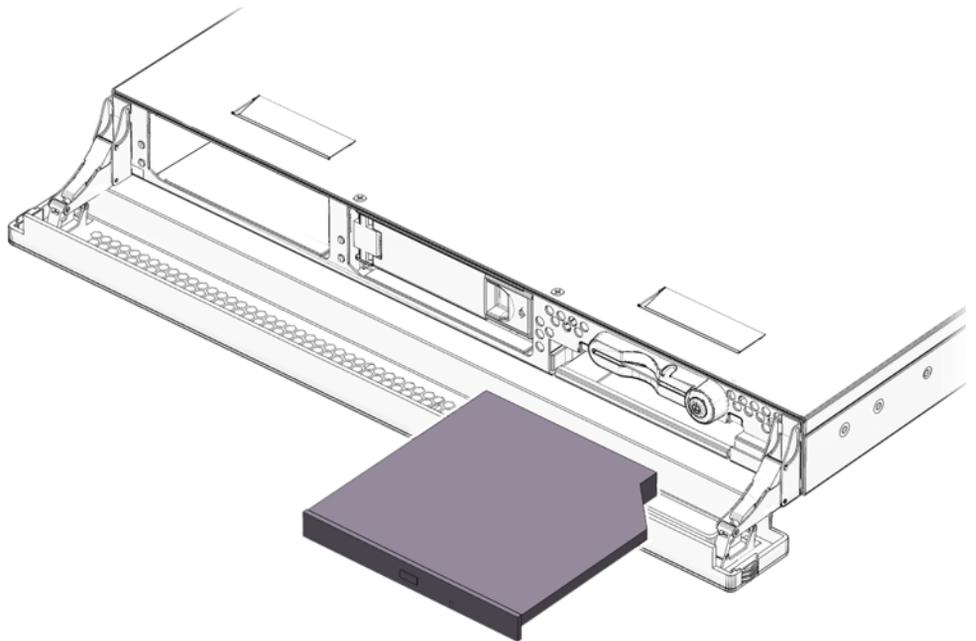

FIGURA 2-4 Extracción de una unidad de DVD
8. Suelte los seguros que fijan la unidad de DVD-ROM en el chasis (FIGURA 2-4).